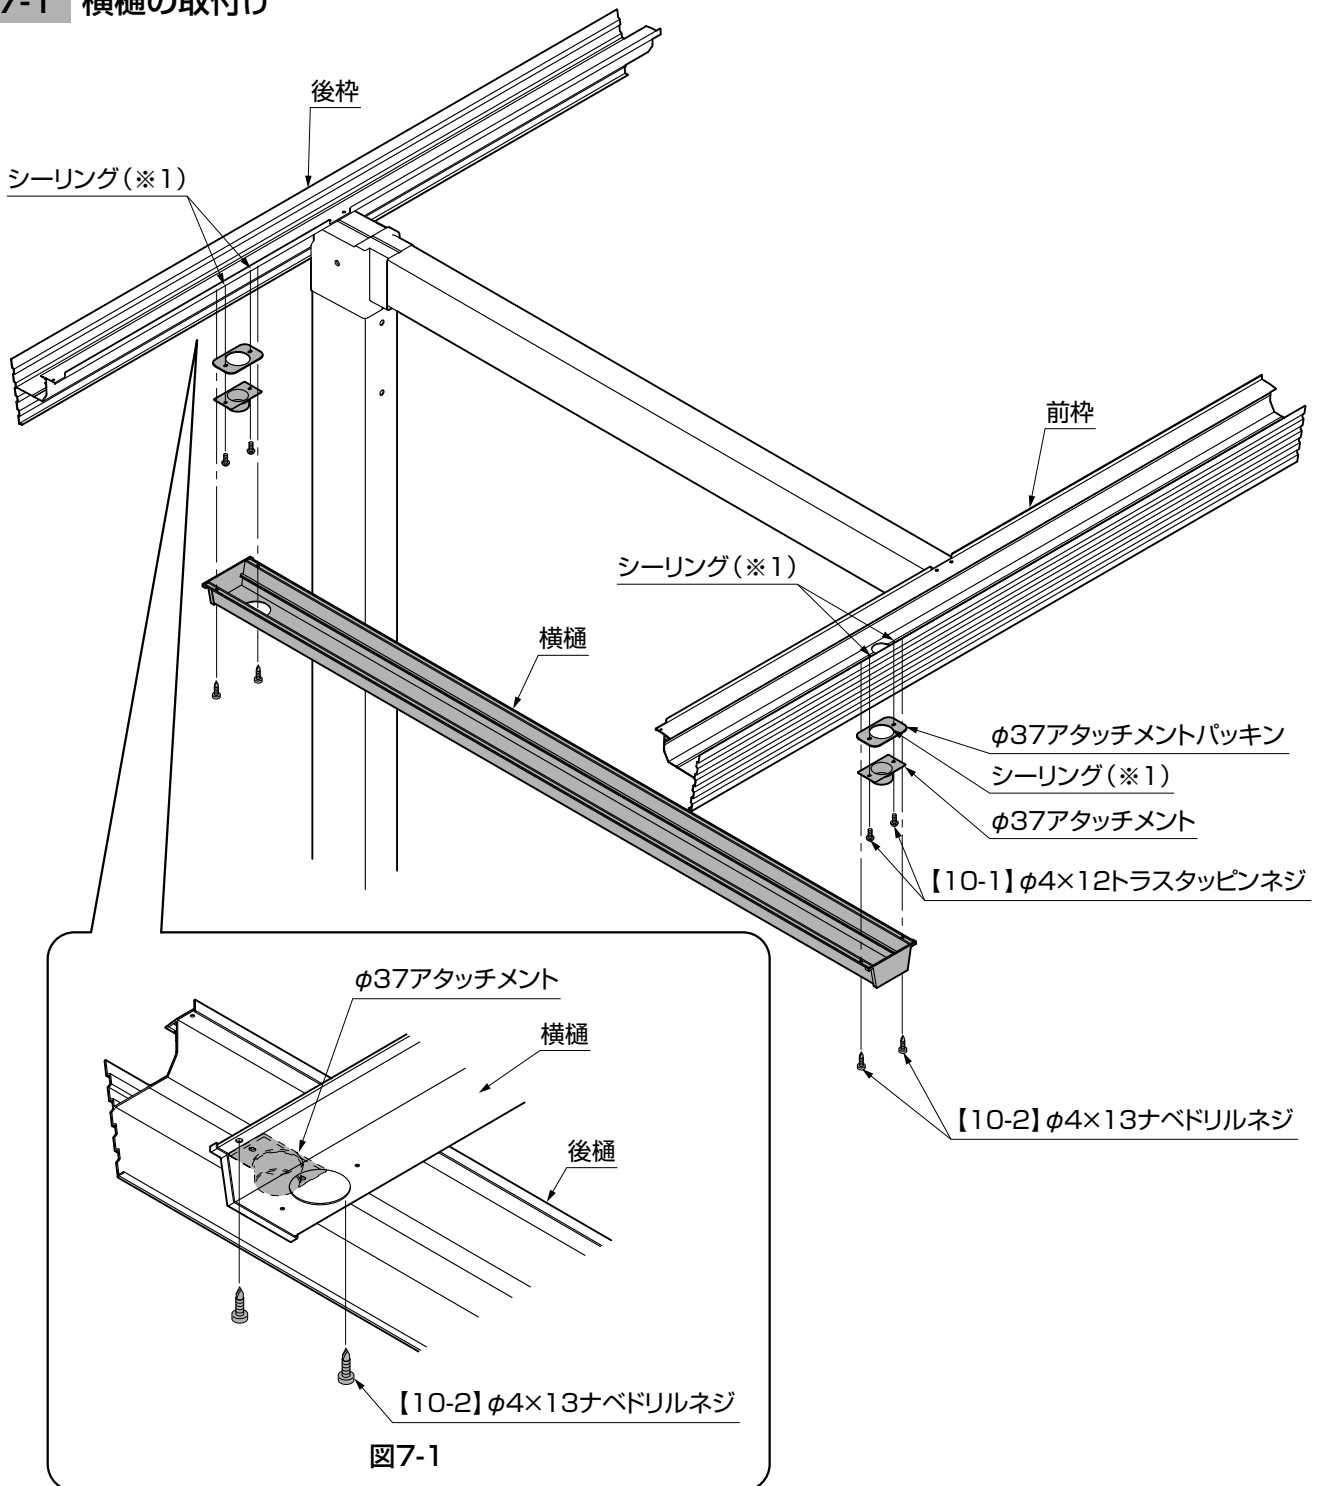

図7-1
- ①φ37アタッチメントパッキンの孔の周囲にシーリング(※1)をして、φ37アタッチメントを【10-1】で取付けてください
- ②φ37アタッチメントが横樋の中に入るように横樋を前枠・後枠に【10-2】で取付けてください。(図7-1 参照)
- ③使用しない水抜き孔には、φ37アタッチメントパッキンとφ37孔ふさぎキャップを取付けてください。